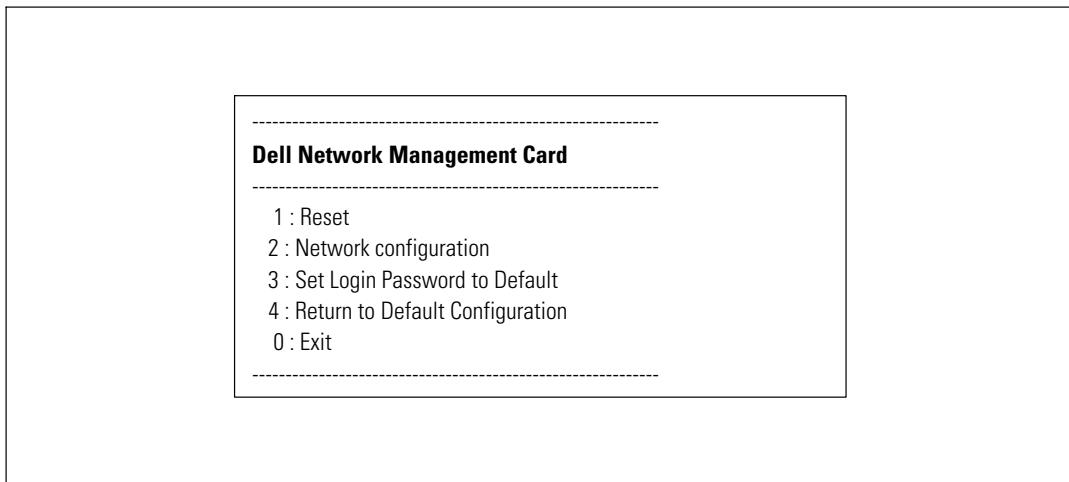

Рисунок 38. карта сетевого управления Dell - Главное меню
- 3 Введите пароль **admin** (не может быть изменен). Отобразится главное меню карты сетевого управления Dell (см. Рисунок 38).